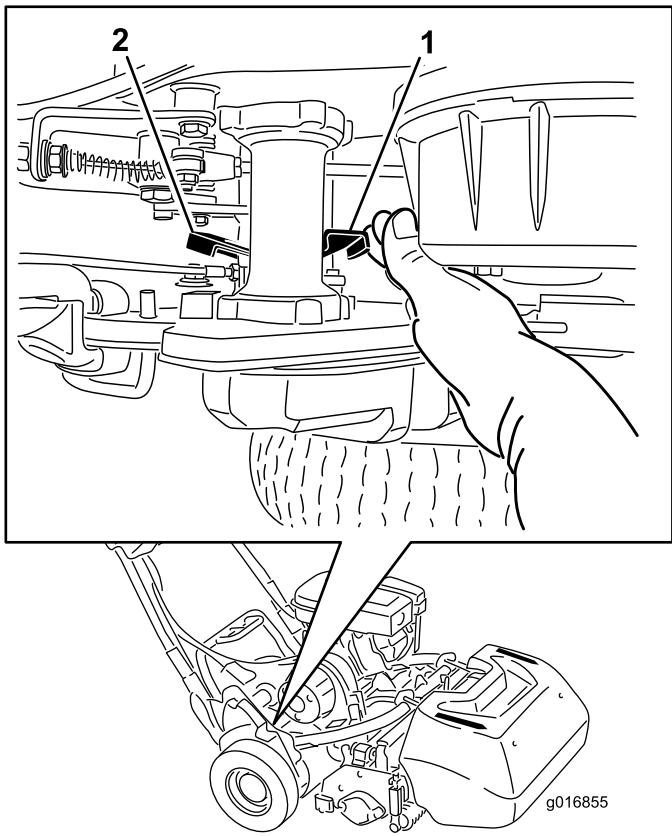

Figura 28
- En la esquina derecha trasera de la máquina, localice la palanca de engranado/desengranado de la tracción junto al tambor del alojamiento de la transmisión (Figura 28).